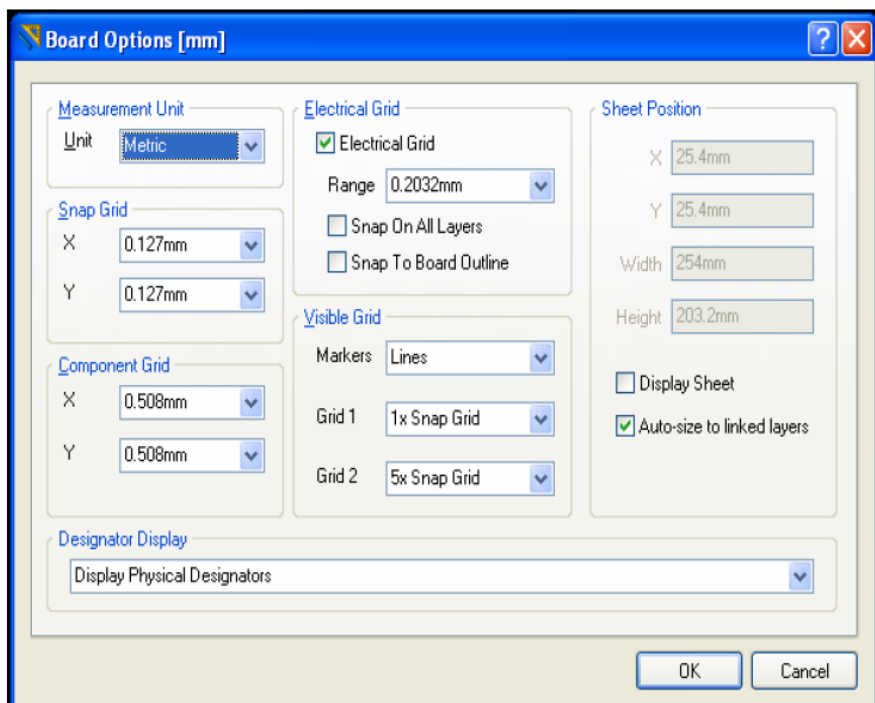

Рис. 13. Выбор единиц измерения
18. Выберите единицы измерения в редакторе *PCB editor* по команде *design / board options* (рис. 13).